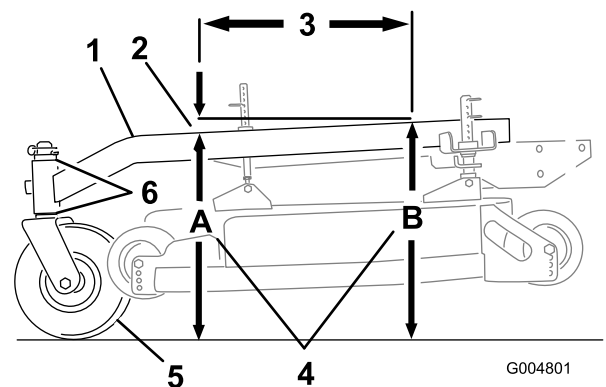

Figura 54
El bastidor de tiro debe tener una inclinación longitudinal de entre 3 mm y 9 mm a lo largo de 61 cm (Figura 54).
1. Mida 61 cm en el bastidor de tiro (Figura 54).
2. Mida la altura del bastidor de tiro en la posición A (Figura 54).
3. Mida la altura del bastidor de tiro en la posición **B** (Figura 54).
4. La altura en la posición **A** debe ser de 6-10 mm menor que la de la posición **B** (Figura 54).
5. Si la inclinación del bastidor de tiro no es la correcta, mueva los espaciadores de las ruedas giratorias para obtener una inclinación de 6-10 mm (Figura 54). Mueva espaciadores desde arriba o desde abajo para obtener la inclinación correcta.